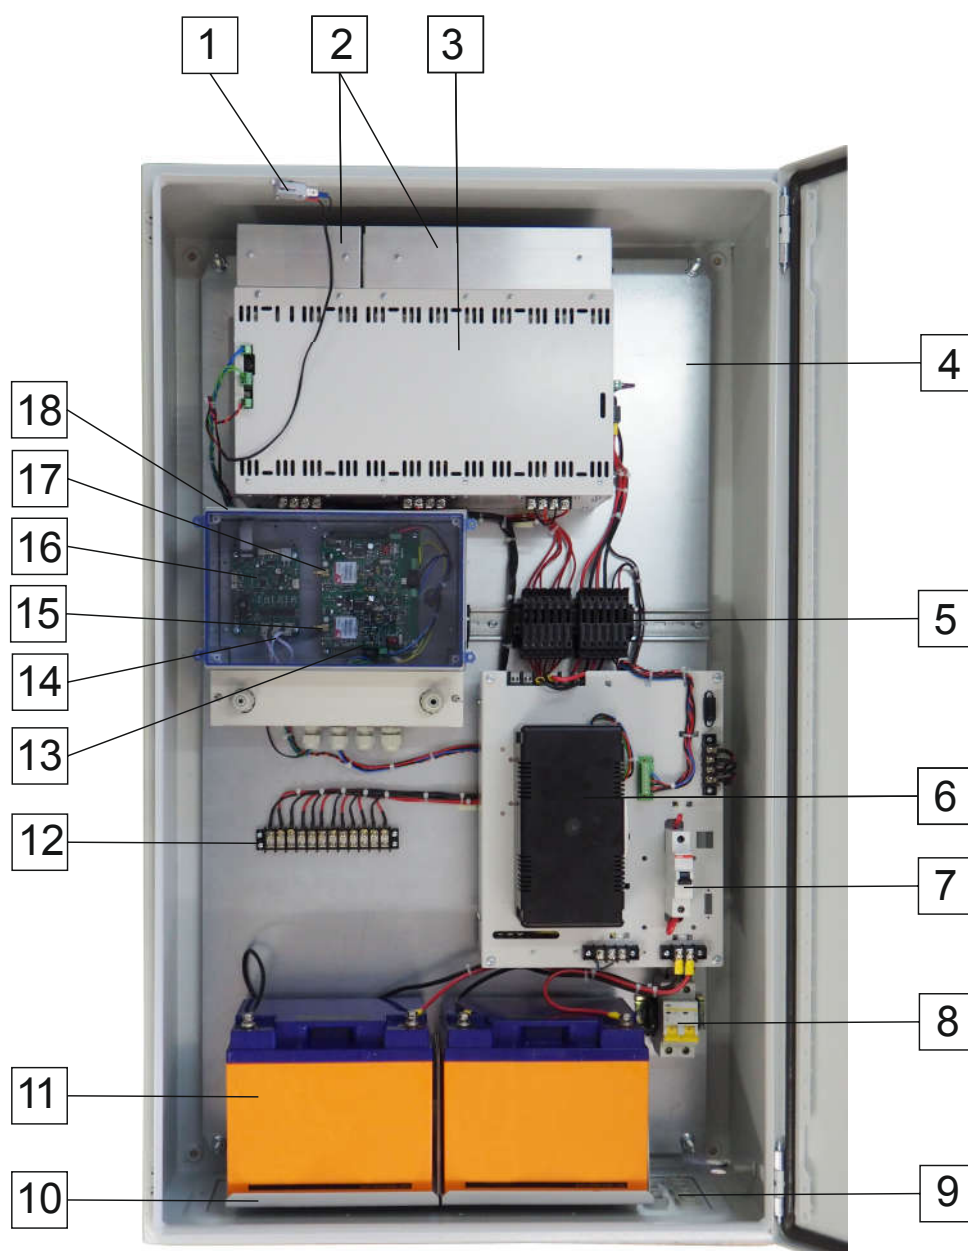

Рис. 4.1 – АПМ КТСО-РТС УРТУ. Расположение узлов
Свободные концы проводов кабеля трансляционной линии пропустить через кабельные вводы (рис.4.1, поз. 9) со стороны обжимной гайки и подключить с соблюдением полярности к разъему (винтовой клеммник) (рис. 4.1, поз. 12) для подключения рупорных громкоговорителей,
3) Для связи с управляющим модулем АУМ установить в соответствующие держатели SIM-карт на плате управления АПМ (рис. 4.1, поз. 13) заранее приобретенные SIM-карты двух независимых провайдеров.
Снять крышку корпуса платы управления АПМ (рис. 4.1, поз.18) .
Пропустить через кабельные вводы шкафа АПМ (рис.4.1, поз. 9) и кабельные вводы корпуса платы управления АПМ со стороны обжимной гайки фидеры двух GSM-антенн.
Подключить фидеры антенн к соответствующим разъемам SMA на плате управления АПМ (Рис. 4.1, поз. 15, 17) и закрыть крышку корпуса платы управления АПМ.
6) Подключить сетевой кабель ~ 220 В к устройству защитного отключения (рис. 4.1, поз.8), пропустив кабель в кабельный ввод со стороны обжимной гайки (рис.4.1, поз. 9).
7) Установить на место АКБ (рис.4.1, поз. 10) и подключить ее с соблюдением правильной полярности.
8) Подключить сетевой кабель к сети ~ 220 В, 50Гц и перевести в положение «включено» тумблер УЗО (рис.4.1, поз. 8) и тумблер автомат подключения АКБ (рис.4.1, поз. 7)